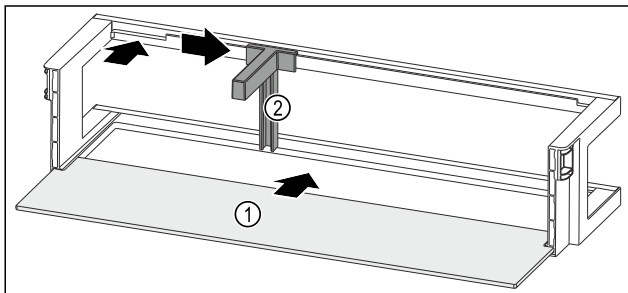

Fig. 146 带搁板的门边存放架
- ▶ 将搁板 Fig. 146 (1) 推入侧面凹槽。
- ▶ 将瓶托 Fig. 146 (2) 装入槽中。
- ▶ 将瓶托 Fig. 146 (2) 推至一侧的所需位置。